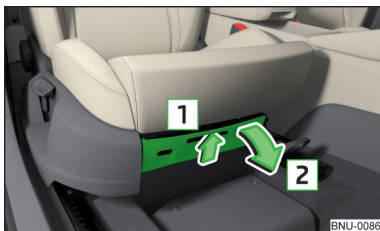

Abb. 116
- › Zum **Öffnen** auf den Griff in Pfeilrichtung **1** drücken und das Fach in Pfeilrichtung **2** aufklappen » Abb. 116.